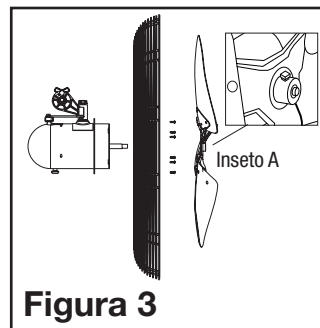

Figura 3
1. Instale la parrilla trasera en el motor, alineando los seis agujeros de la parrilla con los seis agujeros roscados de la brida de montaje del motor. Instale (6) tornillos hexagonales de 10-32 x 5/16 a través de la parrilla trasera y dentro de la brida de montaje. Apriete firmemente los (6) tornillos (Figura 3).
2. Empuje la hélice del ventilador en el eje del motor, centrando el cubo orientado en sentido opuesto al motor, hasta que tope contra el eje (Inseto A). Alinee un perno de cabeza cuadrada con la superficie plana del eje del motor. APRETELO BIEN FIRME CON UNA LLAVE DE TUERCAS AJUSTABLE. Si no se aprieta firmemente el perno se puede causar daños al ventilador y/o lesiones personales (Figura 3).